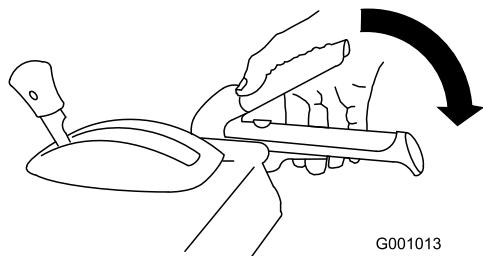

Figura 36
- Per innestare la trazione alla coclea/ventola, premete la leva destra (coclea/ventola) contro l'impugnatura (Figura 36).